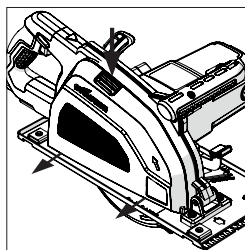
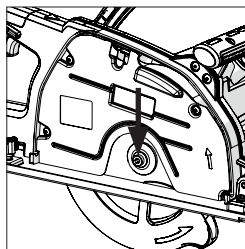

Fig. 3
Fig. 4
- Rimuovere il raccogli trucioli, **(12)(Fig.3)**, schiacciando il pulsante di rilascio, **(13)**, e rendendo esposto il bullone della lama, **(Fig.4)**.
Per svuotare e rimuovere il raccogli trucioli, premere il pulsante di rilascio ed estrarlo dall'utensile, **(13)**. Svuotare il contenuto del raccogli trucioli facendo scorrere la chiusura, **(Fig. 3)**, e facendo uscire il contenuto in un adeguato contenitore per rifiuti per poi smaltirlo in maniera eco-responsabile.